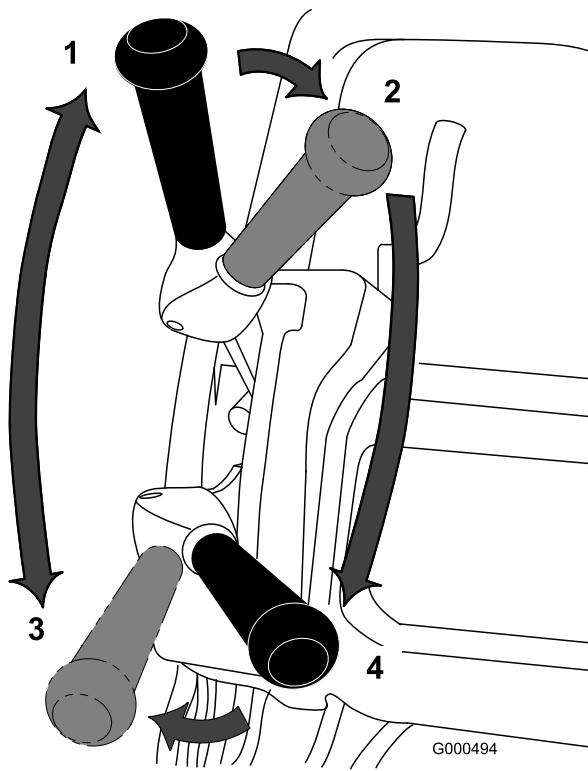

Figura 23
3. Mueva la palanca a la posición de tracción – PUNTO MUERTO y de transmisión del molinete – DESENGRANADO(Figura 23).
4. Mueva la palanca a la posición de tracción – HACIA DELANTE y de transmisión del molinete – ENGRANADO (Figura 23), aumente la velocidad del acelerador hasta que la máquina se desplace a la velocidad deseada, lleve la máquina al green, baje la unidad de corte al suelo y empiece a segar.
1. Arranque el motor, accione el acelerador a velocidad reducida, empuje el manillar hacia abajo para elevar la unidad de corte, pulse el control de presencia del operador, ponga la palanca de tracción y de transmisión del molinete en la posición de HACIA DELANTE (transporte) y lleve la máquina al borde del green (Figura 23).
2. Mueva la palanca a la posición de PUNTO MUERTO (Figura 23).